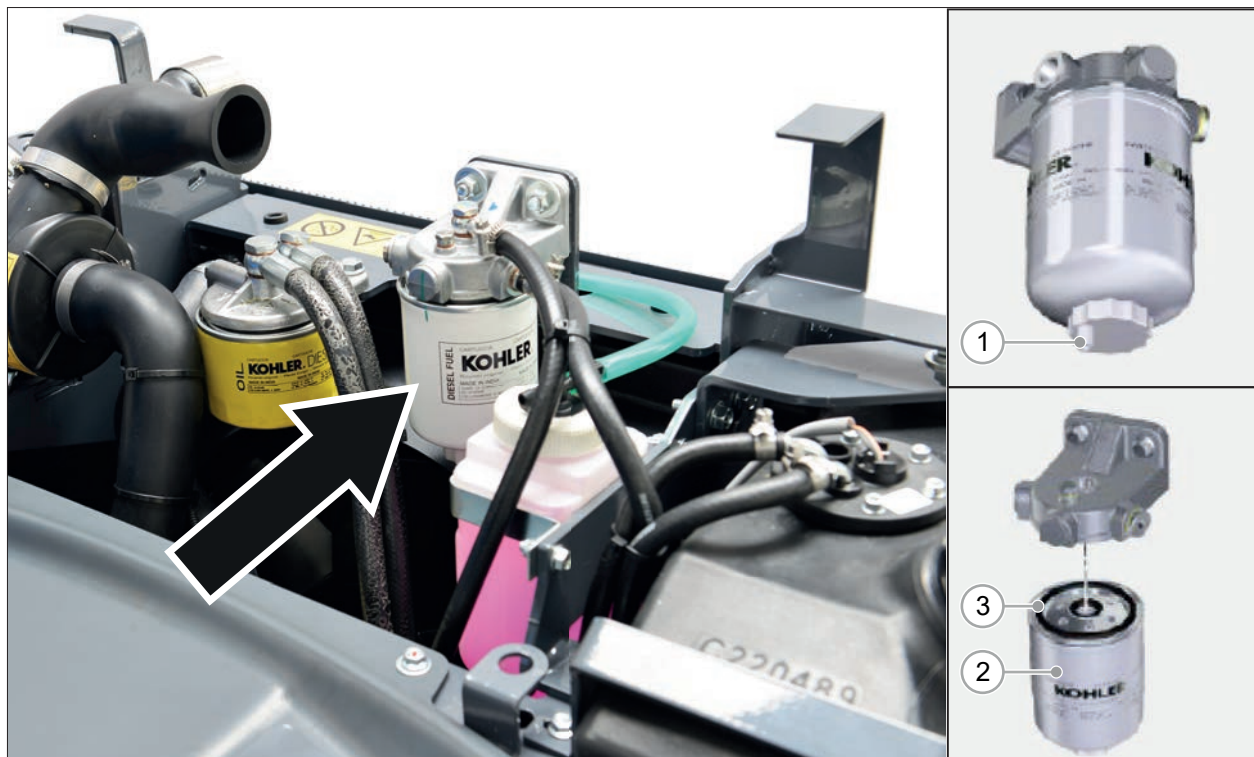

РИС. 60
- 1) Аккуратно ослабьте сливную пробку (РИС. 60 - Сс. 1) не вынимая ее.
- 3) Закрутите сливную пробку (РИС. 60 - Сс. 1) как только потечет топливо.
- 4) Снимите картридж топливного фильтра (РИС. 60 - Сс. 2).
- 5) Нанесите тонкий слой топлива на прокладку (РИС. 60 - Сс. 3) и затяните новый картридж на место, сделав это рукой.